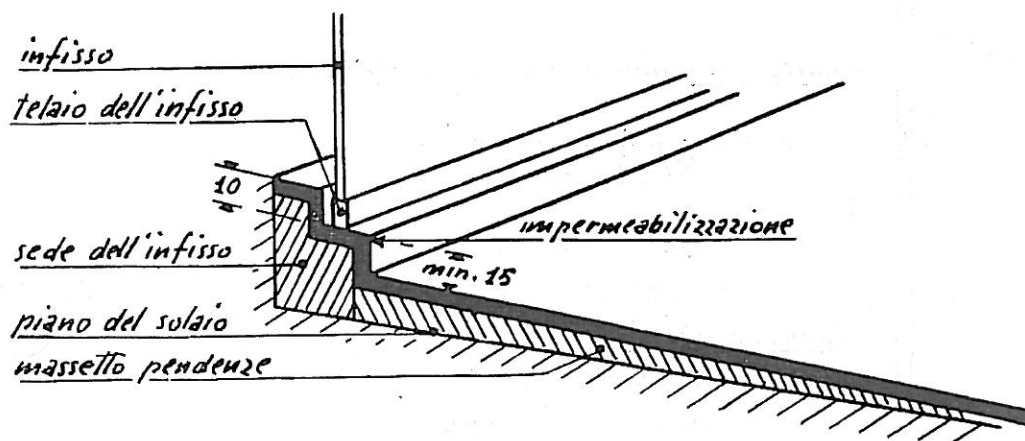

fig. 10
H. **INFISSI POGGIANTI SU PARETI ELEVANTESI DAL PIANO DELL'IMPERMEABILIZZAZIONE** - E' necessario che la base dell'infisso sia **sempre** sopraelevata, rispetto al piano da impermeabilizzare, di almeno 15 cm. Inoltre, per evitare che l'acqua che filtra tra telaio e appoggio possa entrare nei locali che prendono luce dall'infisso, è necessario creare, dietro la base di appoggio dell'infisso, un rialzo di almeno 10 cm. L'infisso dovrà essere posto in opera **sempre dopo** i lavori di impermeabilizzazione. (Fig. 10).